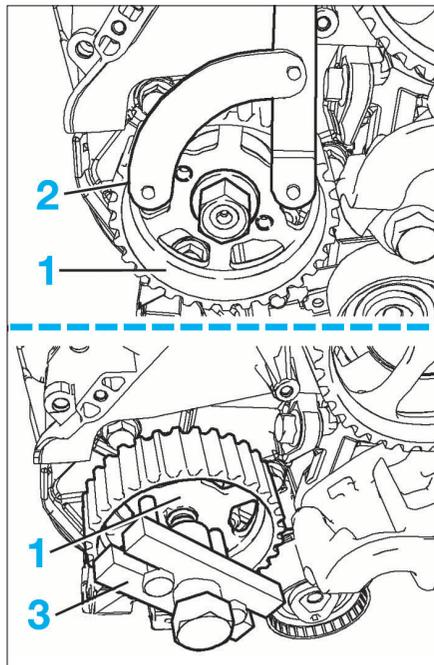

FIG. 26
- Immobiliser en rotation à l'aide d'un outil approprié (réf Ford 205-072) (2), la roue dentée (1) de la pompe (Fig.26).
- l'écrou de fixation de la poulie et extraire la roue dentée de la pompe à l'aide d'un extracteur approprié (3) (réf Ford : 205-072) (Fig.26).